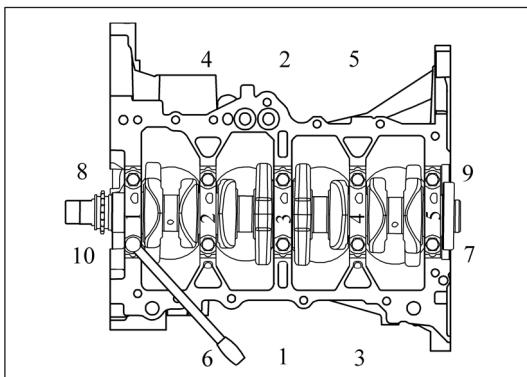

Рис. 13-3-19. Очередность затягивания болтов крышек коренных подшипников
- в) При установке крышек коренных подшипников нужно не перепутать их, необходимо обращать внимание на номер крышки и на метку «Forward» («Перед»), см. Рис. 13-3-19.
- г) При установке болтов крышек коренных подшипников ($M10 \times 70,5$), их следует затягивать за два прохода в оче-редности, указанной на Рис. 13-3-19; при затягивании болтов категорически запрещается проворачивать ко-ленчательный вал.